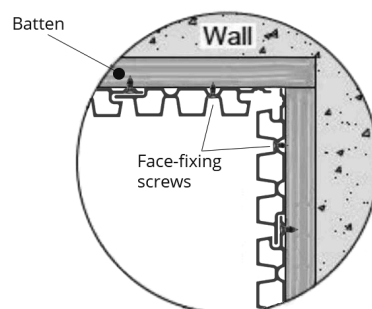

FIG. 11 – FIXEZ EN FAÇADE À
- 04 Placez la lame et enfoncez les vis de fixation apparente dans les avant-trous. Serrez fermement sans serrer excessivement (fig. 11).